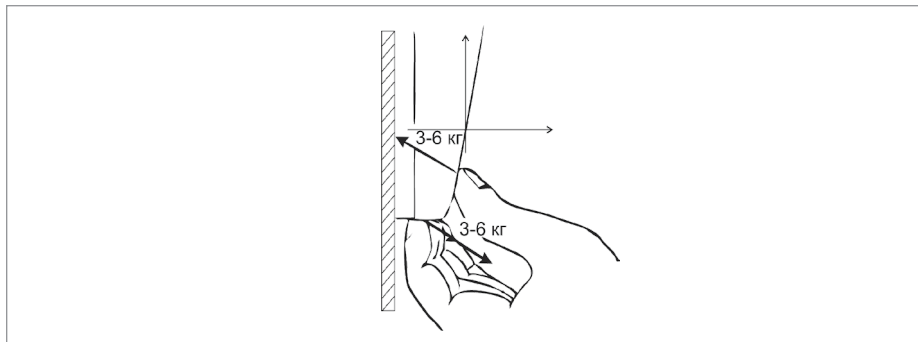

Рисунок 11. Снятие передней панели прибора
3. Снимите переднюю панель прибора, изогнув ее относительно точки «0» в соответствии с рис. 11. Большие пальцы расположите над защелками и как можно ближе к точке «0».